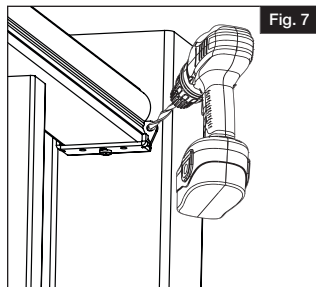

Fig. 7
- a. Centre el travesaño sobre el poste. a continuación, con la ayuda de una broca de $\frac{5}{32}$ " , taladre el primer agujero en ángulo a través del soporte de travesaño superior, la funda de poste de vinilo y hasta el poste de madera (o el espaciador de plástico del kit de instalación del poste) (Fig. 7).